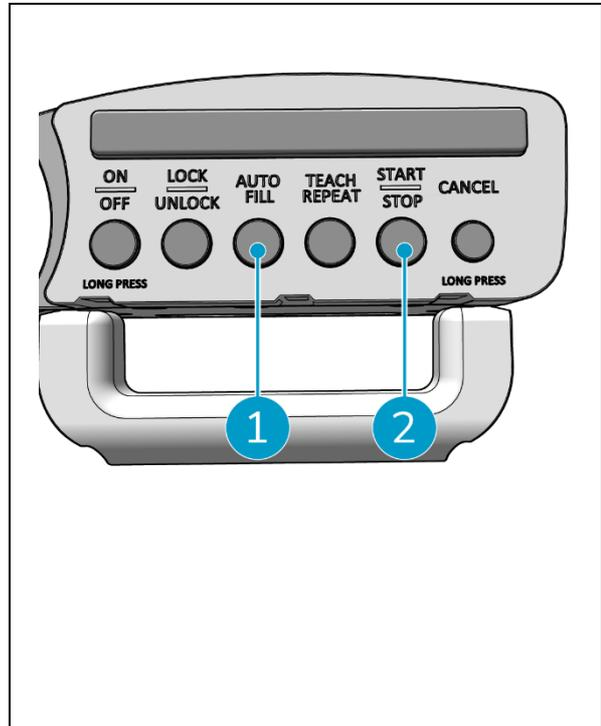

Figura 26
2. Premere il pulsante Riempimento automatico (Figura 26, pos. 1). Il pulsante di riempimento automatico diventa bianco.
4. Premere il pulsante Avvio (Figura 26, pos. 2) per avviare la pulizia automatica. Al termine della pulizia, l'i-walk torna al punto di partenza e si ferma automaticamente.
5. Premere il pulsante Stop (Figura 26(Figura 26, pos. 2) in qualsiasi momento durante la pulizia per arrestare l'i-walk e utilizzare l'app per modificare la mappa di pulizia. 6.5.4.